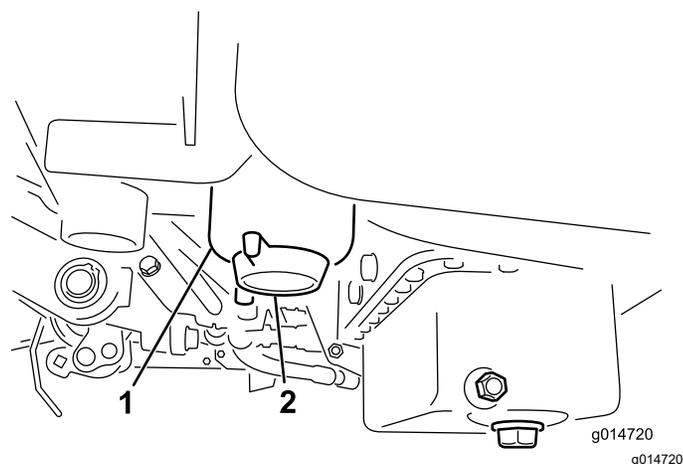

Figure 40
2. Nettoyez la surface autour des supports de la cartouche du filtre (Figure 40).
4. Ouvrez le robinet du filtre (Figure 40).